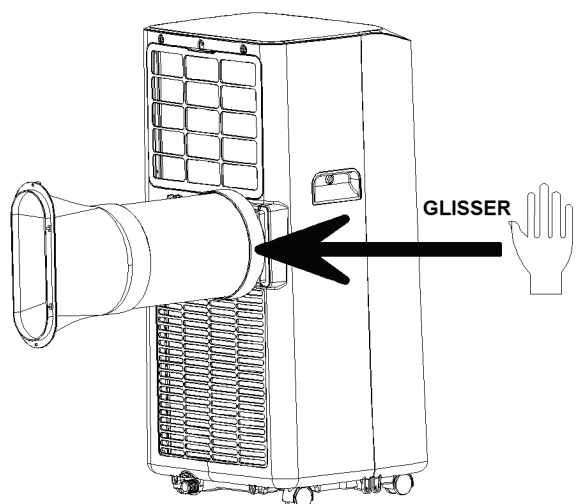

Figure 2
3. Raccordez le connecteur à l'appareil, en le faisant glisser dans la fente située à l'arrière de l'appareil. **(Figure 2)**